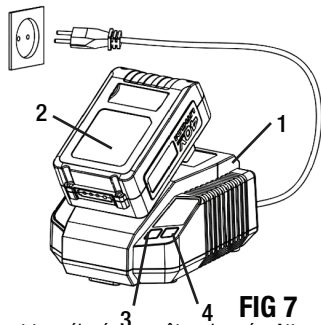

FIG 7
CHARGEMENT DE LA BATTERIE (FIG. 7)
- Branchez le chargeur (1) dans une source d'alimentation c.a. de 120 volts. Le voyant vert (3) s'allume pendant 5 secondes, puis le voyant s'éteint s'il n'y a pas de bloc-piles dans le chargeur..
- Glissez complètement la batterie (2) dans le chargeur jusqu'à ce qu'elle s'enclenche avec un déclic, tel qu'illustré à la figure 7. Le voyant vert clignotant indique que la batterie est en cours de chargement. Un voyant vert fixe indique que la batterie est complètement chargée.
- Un voyant rouge clignotant (4) indique que la température de la batterie est trop élevée pour être chargée. Attendez que la batterie refroidisse pour commencer le chargement.